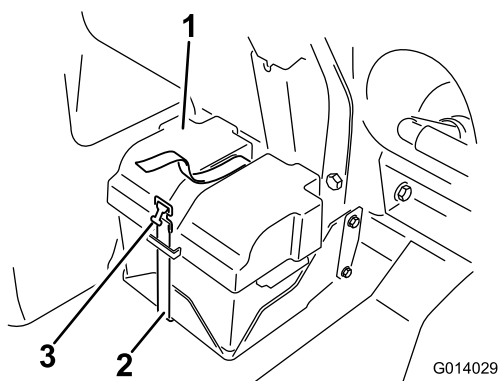

图 94
2. 拆下电池盖从电池电极上断开负极黑色接地线图 94。
4. 安装电池盖使用之前拆下的箍带将盖子箍紧图 94。